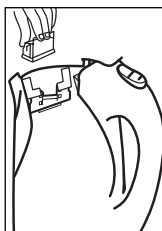

Figura 4
- Para reinstalar el filtro (Véase la Figura 4): Con el dedo índice en la lengüeta de la parte posterior del filtro, y el pulgar en el punto en el frente del filtro, apriete juntando para levantar la pieza horizontal del filtro unos 30° hacia la parte vertical. Mientras lo retiene en esta posición, conecte los surcos en la parte vertical del filtro con los lados del deflector del filtro, y deslice el filtro hacia abajo al fondo del deflector.